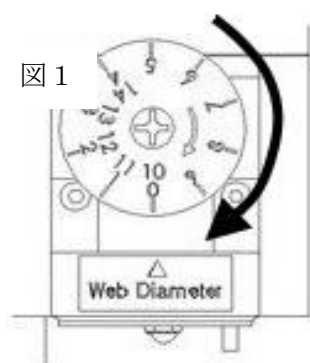

図1
- 5) 本体中央の調整ダイヤル目盛を WebDiameter の矢印にエンドミルの刃の径に合った数値で合わせます (図1 = 次ページ)。この際、目分量になりますが、エンドミルの刃径表示数値より大きくせず若干小さめのメモリに合わせてください。例えばエンドミルの刃径が7.2mm ならメモリを7くらいで合わせます。
- 4) 本体中央の調整ダイヤル目盛を WebDiameter の矢印にエンドミルの刃の径に合った数値で合わせます(図1=次ページ)。この際、目分量になりますが、エンドミルの刃径表示数値より大きくせず若干小さめのメモリに合わせてください。例えばエンドミルの刃径が7.2mmならメモリを7くらいで合わせます。
- 5) 本体中央の調整ダイヤル目盛を **WebDiameter** の矢印にエンドミルの刃の径に合った数値で合わせます(図1=次ページ)。この際、目分量になりますが、エンドミルの刃径表示数値より大きくせず若干小さめのメモリに合わせてください。例えばエンドミルの刃径が7.2mmならメモリを7くらいで合わせます。